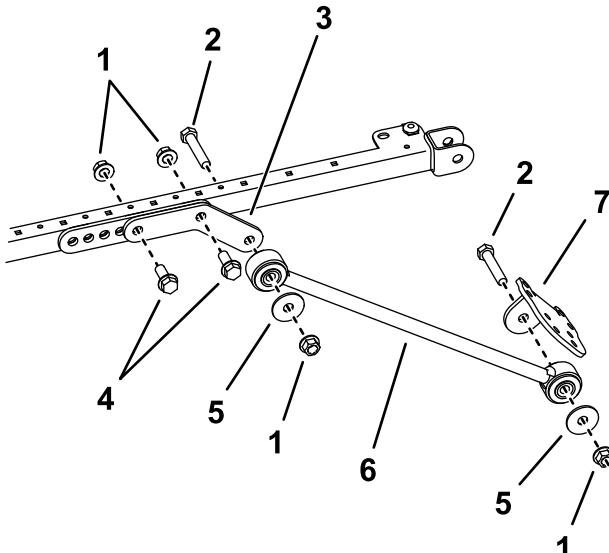

Рисунок 37
центральному отверстию монтажного кронштейна с помощью 2 болтов (½ x 1½ дюйма) и 2 фланцевых гаек (½ дюйма), как показано на рис. Рисунок 37.
10. Прикрепите подпорку снаружи каждого удлинительного звена с помощью болта (½ x 2½ дюйма), шайбы (½ дюйма) и фланцевой гайки (½ дюйма), как показано на рис. Рисунок 37.
11. Прикрепите, не затягивая, кронштейн подпорки к каждой подпорке с помощью болта (½ x 2½ дюйма), шайбы (½ дюйма) и фланцевой гайки (½ дюйма), как показано на Рисунок 37.